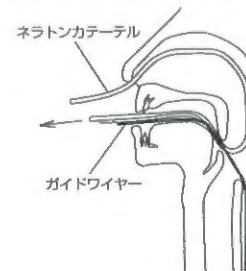
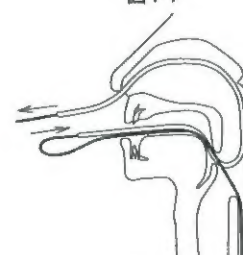
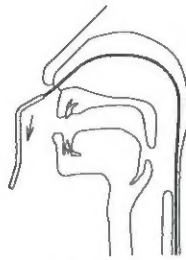

図14
図15
図16
3. ネラトンカテーテルの表面にイレウスチューブ挿入用薬剤を塗布し、鼻腔よりネラトンカテーテルを挿入し、口腔より引き出す（図14）。ネラトンカテーテル内に潤滑液を注入し、そのネラトンカテーテルの口腔側のガイドワイヤーを挿入して鼻腔より引き出す（図15）。ガイドワイヤーを引き出した後、ネラトンカテーテルを鼻腔より抜去する（図16）。